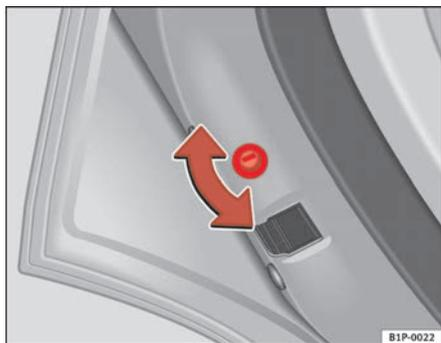
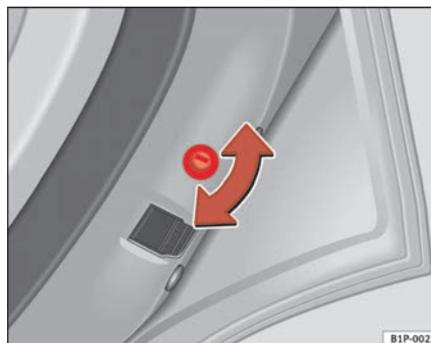

Fig. 44 Sécurité enfants de la porte gauche
Fig. 45 Sécurité enfants de la porte droite
- Lorsque la porte est ouverte, tournez la rainure avec la clé du véhicule dans le sens anti-horaire pour les portes de gauche et dans le sens horaire pour les portes de droite ⇒ fig. 44, ⇒ fig. 45.
- Lorsque la porte est ouverte, tournez la rainure avec la clé du véhicule dans le sens anti-horaire pour les portes de droite et dans le sens horaire pour les portes de gauche ⇒ page 82, fig. 44, ⇒ page 82, fig. 45.